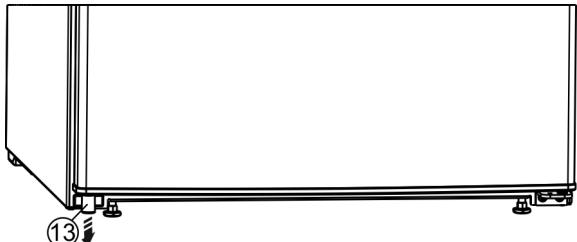

Fig. 4
- Retirar en la parte inferior izquierda la pieza distanciadora Fig. 4 (13) de la puerta.